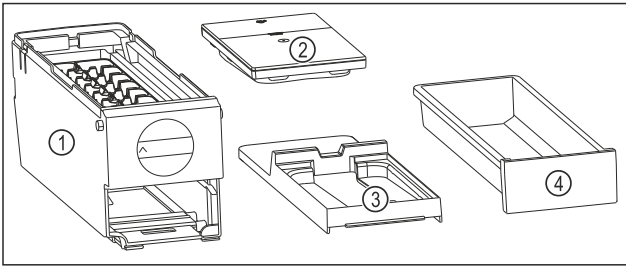

Fig. 147 Bestanddelen van de EasyTwist-Ice
- ▷ EasyTwist-Ice is in vier delen gedemonteerd. (zie Fig. 147)
- ▶ EasyTwist-Ice alleen in afgebeelde bestanddelen demonteren. (zie Fig. 147)
- ▶ EasyTwist-Ice-corpus Fig. 147 (1) als geheel reinigen.